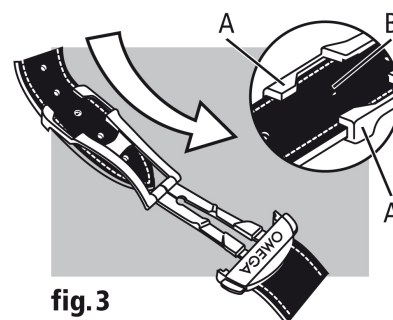

fig.3
**Länge anpassen (fig. 3):** Lösen Sie das längere Ende aus den beiden Führungen (A) und dem Dorn (B). Ziehen oder schieben Sie das Armband in die gewünschte Richtung und fixieren Sie es wieder mithilfe des Dorns und der beiden Führungen. Prüfen Sie den Sitz der Uhr und wiederholen Sie gegebenenfalls die oben beschriebenen Schritte.